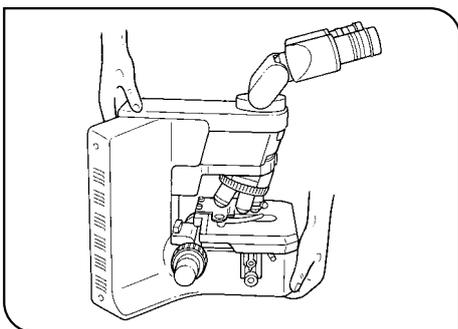

Abb. 3
- Vor einem Transport des Mikroskops das Objekt und alle losen Teile entfernen. Das Mikroskop zum Transportieren vorsichtig an der dafür vorgesehenen Stelle an der Rückseite des Mikroskoparms und am Stativ fassen, wie in Abb. 3 gezeigt (Gewicht: ca. 14 kg).